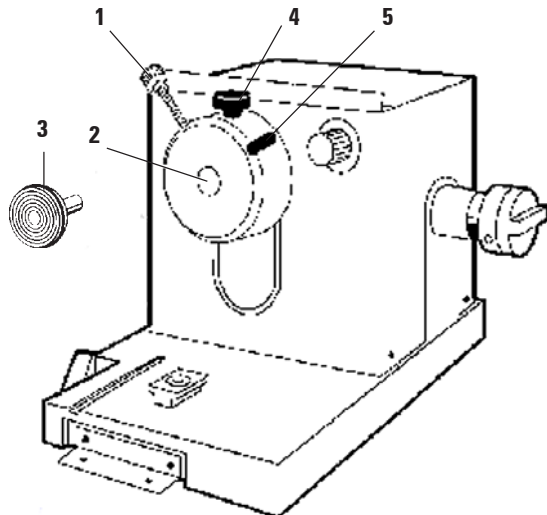

Fig. 18
- Aktivér om nødvendigt Peltier-elementet (4) - det varer ca. 40 sekunder, inden den maksimale køleeffekt er til rådighed.
- Sæt derefter objektpladen med prøven ind i objektthovedet (fig. 18), og skær.
- Montér varmeafledningsblokkens (2) holder (1) med to skruer i de dertil beregnede borer på frysekammerets venstre sidevæg, og sæt varmeafledningsblokken i.
- Når prøven er påfrosset, skal du bringe varmeafledningsblokken i hvileposition på parkeringsstationen (3).